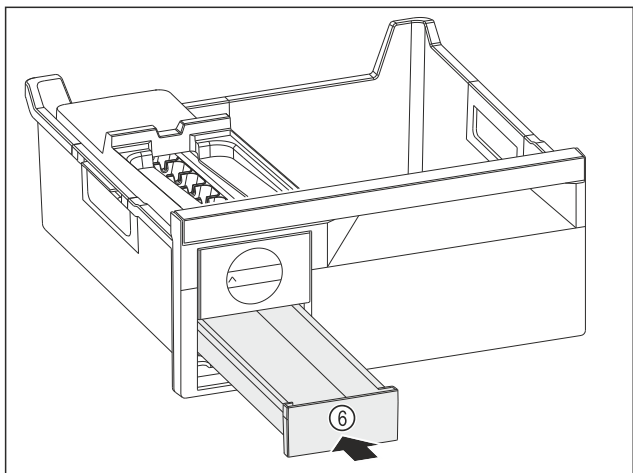

Fig. 116
- ▶ Introducir el cajón para cubitos de hielo Fig. 116 (6).